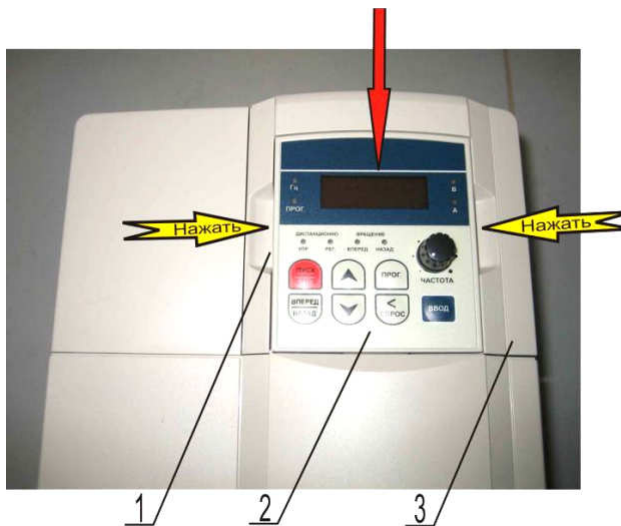

Рисунок 7.20
7.8.1 Установить пульт 2 в держатель 3, приложив рукой усилие вниз до щелчка фиксаторов 1 (рисунок 7.20).